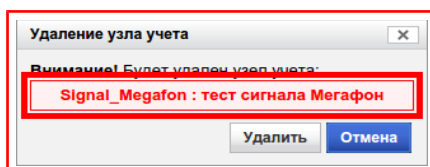

Рисунок 9.46 — Диалоговое окно «Удаление узла учёта»
- 3) В появившемся диалоговом окне проверить **«Кодовое имя»** и **«Полное наименование объекта и адрес»**, рисунок 9.46;